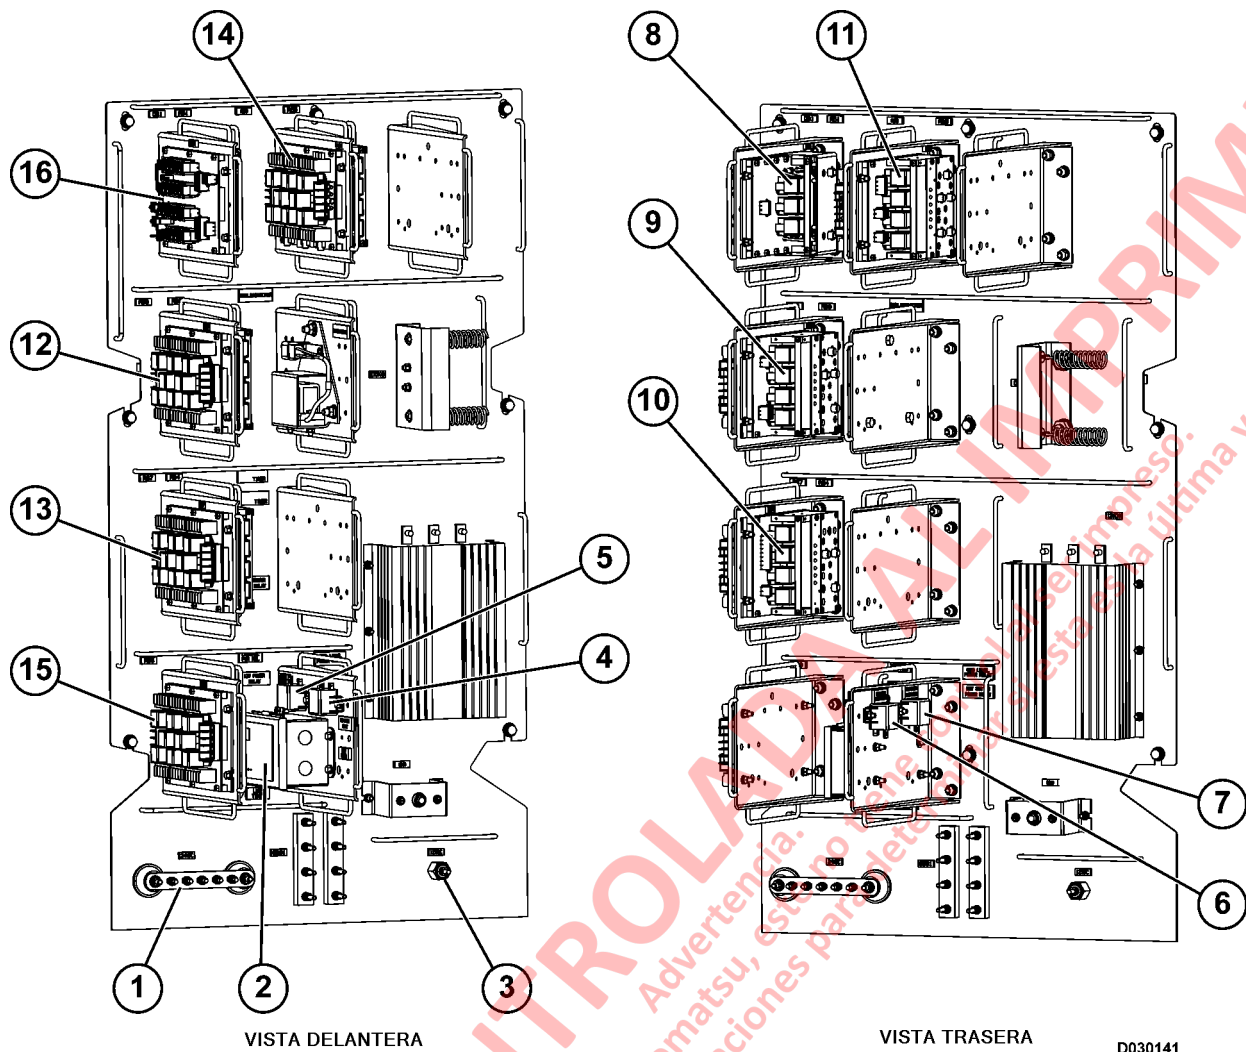

FIGURA 3-1. GABINETE DE CONTROL AUXILIAR - PARED IZQUIERDA
Los terminales de 24VDC (1, Figura 3-1) y de 12VDC (3) están montados en la pared izquierda del gabinete. Estos terminales distribuyen el voltaje de la batería y 12VDC a los dispositivos que requieran voltaje reducido. El terminal de 24VDC es un punto de prueba conveniente para medir el voltaje de la batería durante los procedimientos de localización y solución de fallas.
El panel de diodos (16, Figura 3-1) contiene 24 diodos reemplazables, montados en un conector para realizar los reemplazos de forma fácil. Algunos diodos se usan en el circuito de la bobina de varios relés para suprimir el alza de voltaje de la bobina que ocurre cuando se retira la energía del circuito, lo que previene daños a los otros componentes del circuito (filamentos de las luces, etc.). Otros diodos se usan para controlar el flujo de corriente en un circuito, según se requiera. También se pueden instalar resistores o diodos en los conectores P7 a P12.
Consulte la Figura 3-1 para ver la ubicación de cada panel de relés. Consulte la Tabla de disyuntores al final de esta sección, para ver los números identificadores de los circuitos eléctricos.